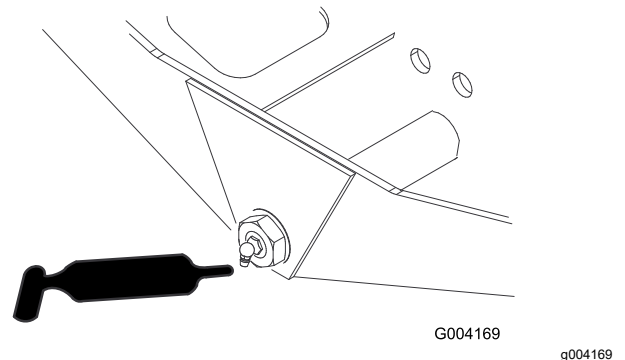

Bild 45
- Achsenlenkzapfen (1)—Bild 45